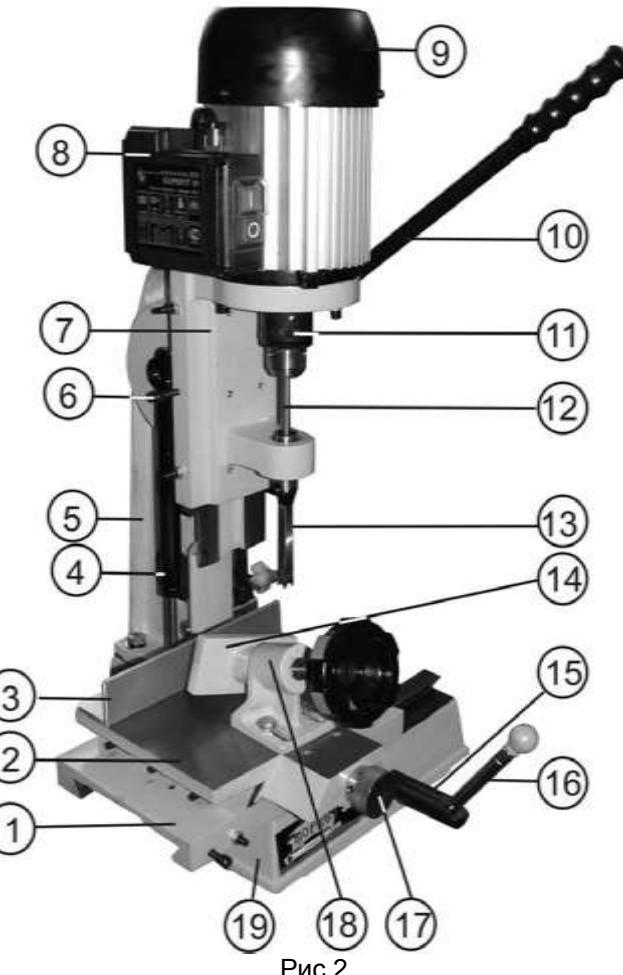

Рис.2
7.1. Машина состоит из следующих сборочных единиц и деталей (Рис.2, 3)
8.2.2. Как показано на Рис.2, на валу (15) установите и закрепите ручку продольного перемещения (16).